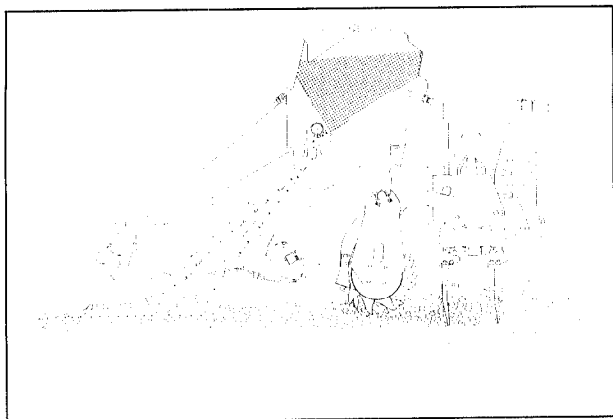

Fig. 4
- **AMAZONE-PENDULHARVE** med **Påbygningssåmaskine med normalskær** (fig.4) til middelsvær jord efter plov.